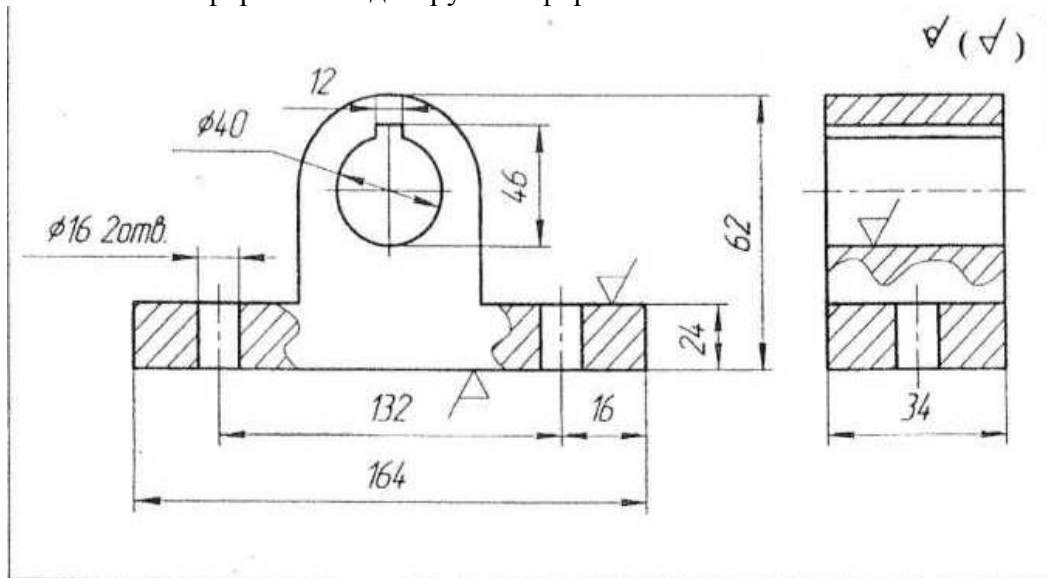

Рисунок 4. Корпус, СЧ 18.
3. По эскизу детали (рис. 4) разработайте процесс ее изготовления методом литья в песчаную форму, описать технологические возможности метода и указать область его применения, по эскизу детали разработать эскиз отливки с модельно-литейными указаниями, привести эскизы модели, стержневого ящика и собранной литейной формы (в разрезе), описать последовательность изготовления формы методом ручной формовки.